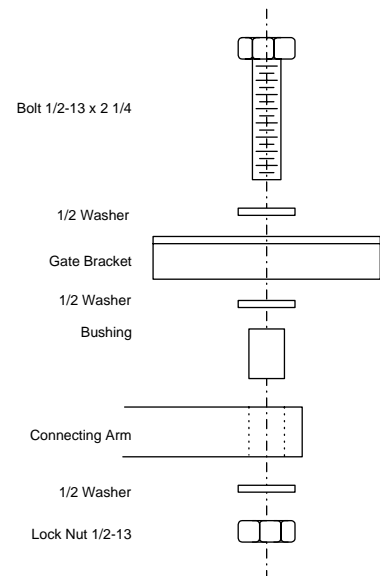

Figura 17
2. Una vez que se fije la longitud de manivela del ensamblaje del brazo, resbale un extremo del brazo del conector con el ensamblaje del conector y una el otro extremo al soporte del portón según lo demostrado en la figura 17. Una el brazo al lado inferior del soporte del portón.